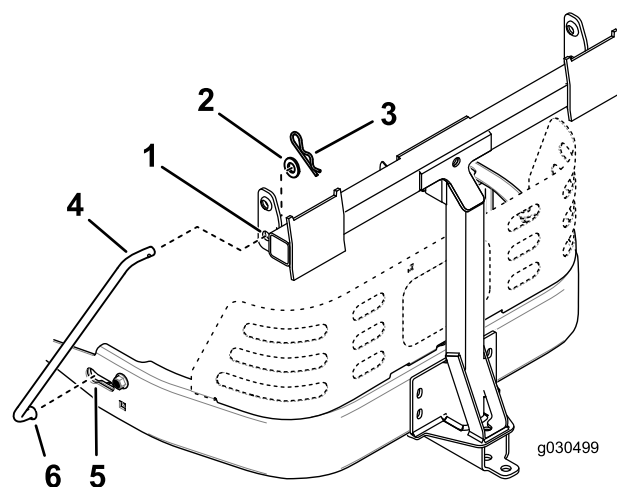

Figura 18
4. Instale un extremo doblado abocinado de una varilla en la ranura con forma de bocallave en el lado izquierdo del bastidor de la máquina y mueva la varilla hacia atrás para que se apoye en el bastidor (Figura 18).
5. Introduzca los extremos doblados de la varilla en el montaje de accesorios, según se muestra en Figura 18, y sujete el extremo de cada varilla con una arandela y una chaveta.